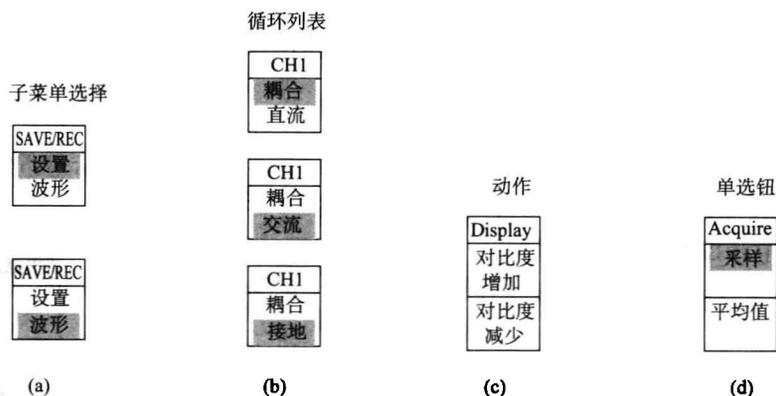

图 1-3 示波器菜单功能举例
(1) 子菜单选择。对于某些菜单，可使用面板上部的选项按钮来选择两个或三个子菜单。每次按下某个按钮时，选项显示提示都会随之改变。例如，按下“保存/调出”(SAVE/RECALL)按钮，然后按下菜单对应的顶端选项按钮，示波器的菜单显示将在“设置”和“波形”间进行切换，如图 1-3 (a) 所示。
(2) 循环列表选择。每次按下这类选项按钮时，示波器都会将参数设定为不同的值。例如，可按下“CH1 菜单”按钮，然后按下耦合对应的顶端选项按钮，那么“耦合”方式将在直流、交流、接地之间进行选项切换，如图 1-3 (b) 所示。
(3) 动作选择。当按下“动作选项”按钮时，示波器显示会立即给出动作选项的类型。例如，按下“显示菜单”(Display)按钮，然后再按下“对比度增加”对应的选项按钮，这时示波器屏幕会立即改变对比度的显示深度，如图 1-3 (c) 所示。
(4) 单选项选择。示波器为区分每一选项的内容，使用不同的显示环境提示。每个当前选择的选项被加亮为黑色衬底显示文字。例如，当按下“采集菜单”(Acquire)按钮时，示波器会显示不同的采集模式选项。要选择某个选项，可按下相应按钮，相应的选项被加亮，如图 1-3 (d) 所示。